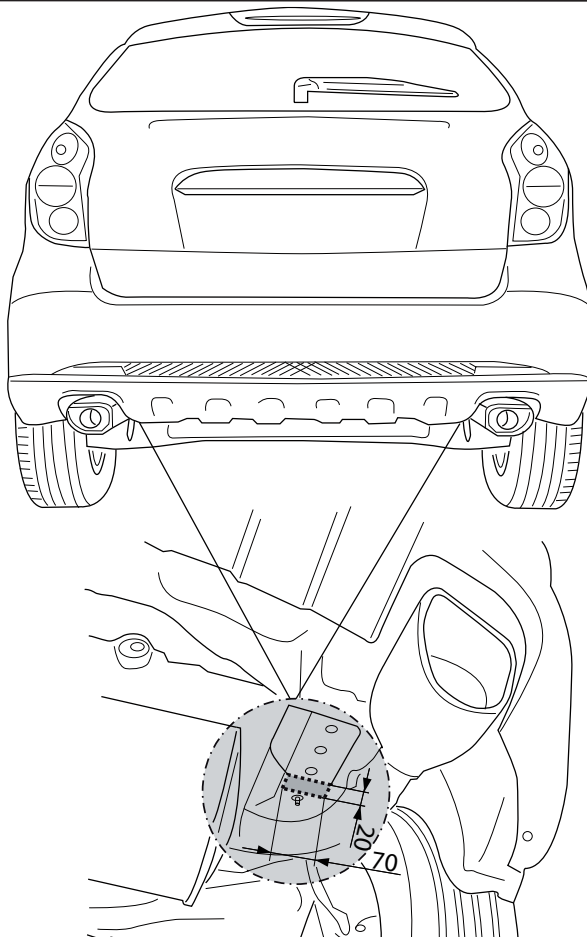

Fig. 1
3. Выпилить часть из теплозащитного экрана, как указано на рис. 1.